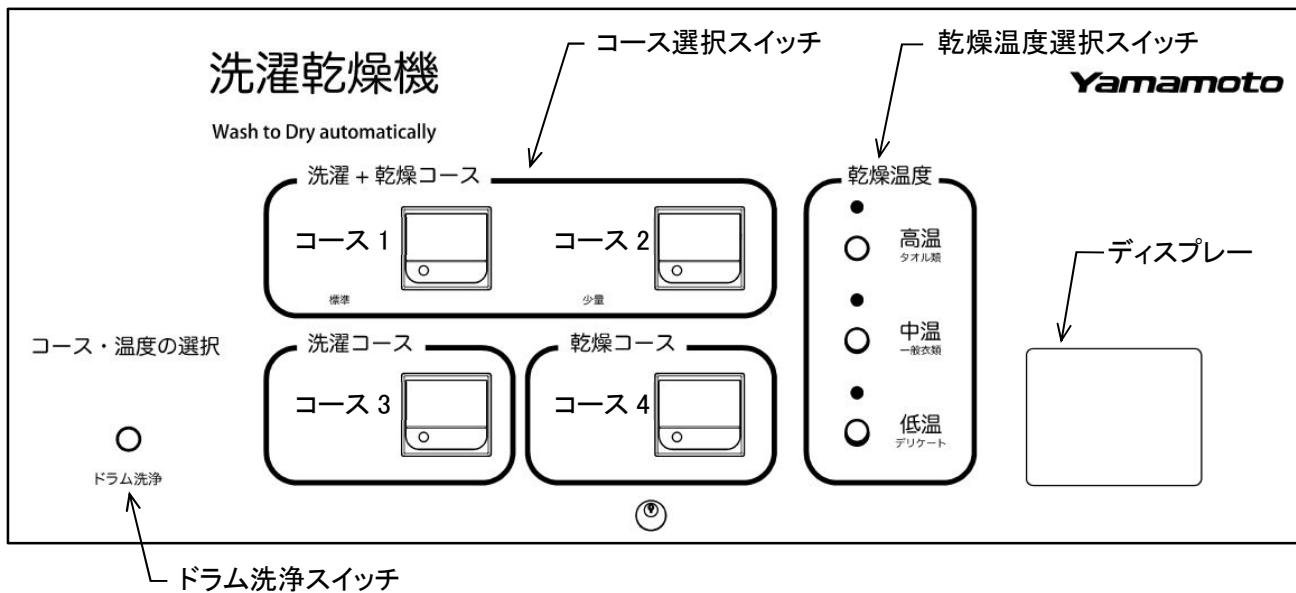

図 7-1
7. 1. 1 操作パネルの説明 (図 7-1)
- 2) コース選択スイッチを押し、コースを選択します。（図 7-1）